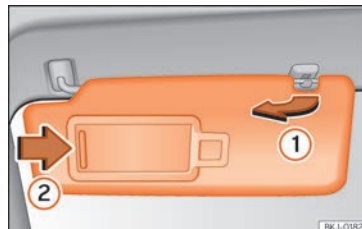

Abb. 147 Sonnenblende auf der Fahrerseite.
- Die Sonnenblende kann aus der Halterung herausgezogen und zur Tür »» **Abb. 147** ① geschwenkt werden.